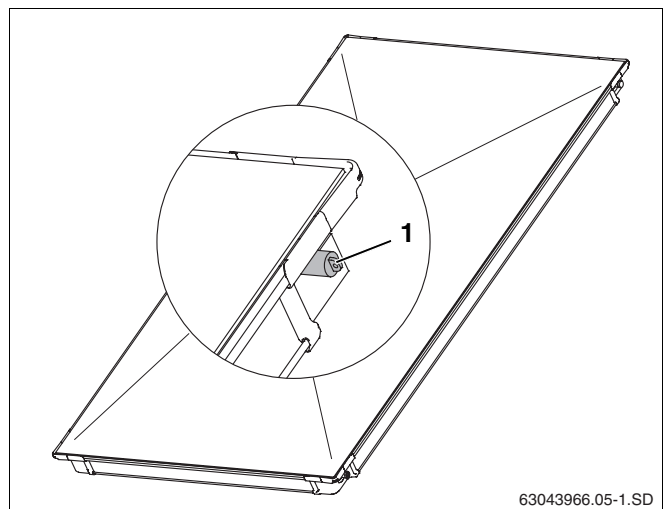

Fig. 5 Capuchons en caoutchouc sur raccordements de capteurs
- Retirez les capuchons en caoutchouc (fig. 5, pos. 1) juste avant le montage.